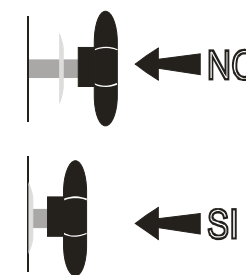

Fig. 1.8.5
Il bloccaggio è semplice, basta posizionare correttamente la bocca e spingerla leggermente affinché non si sente uno scatto; questo dopo essersi accertati che dentro non sia rimasto alcun residuo della macinatura precedente. Lo sporco residuo infatti, non permetterebbe l'agganciamento della bocca alla leva e la guarnizione bianca sul pulsante a fungo, rimarrebbe sollevata invece di aderire alla carcassa della macchina. (Fig. 1.8.5)
2. Verificare che la guarnizione bianca del pulsante aderisca alla carcassa della macchina (Fig. 1.8.5).